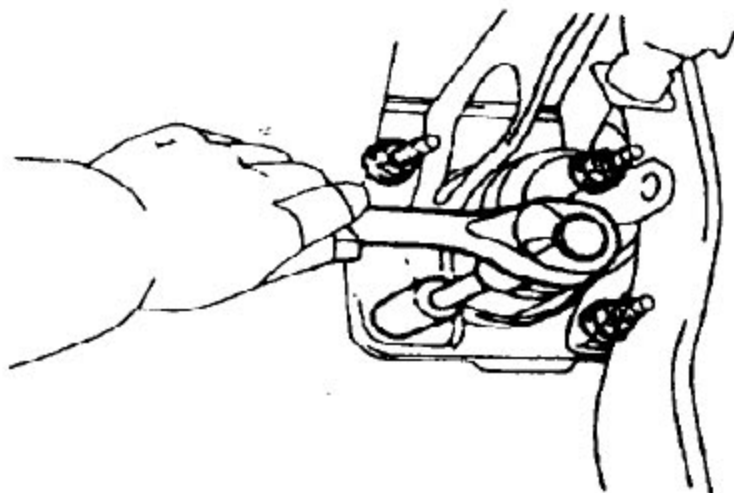

图3-10
C). 拆下 4 个螺母和制动踏板支架，如图 3-10 所示。
- A). 用 4 个螺母安装制动踏板支架 (见图 3-10), 拧紧力矩 : $13\text{N} \cdot \text{m}$ 。